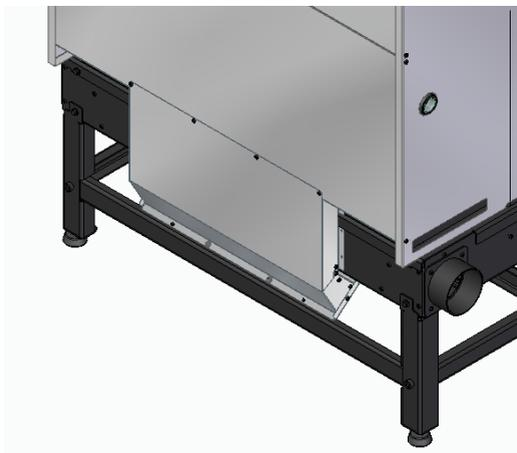

Figura 38
b) Coloque el conjunto de placas, fijándolo con los 4 tornillos provistos en el kit y reemplazando los 4 tornillos que se retiraron, Figura 38.